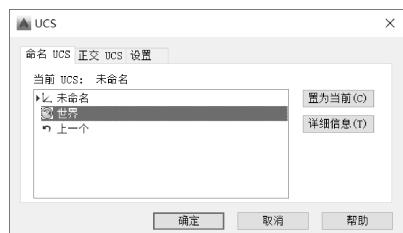

图 13-4 “UCS”对话框示例
- 在“工具”菜单中选择“命名 UCS”，打开“UCS”对话框，如图 13-4 所示。在“命名 UCS”选项卡中，选择“世界”选项，再单击“置为当前”按钮，也可以将当前坐标系恢复为世界坐标系。